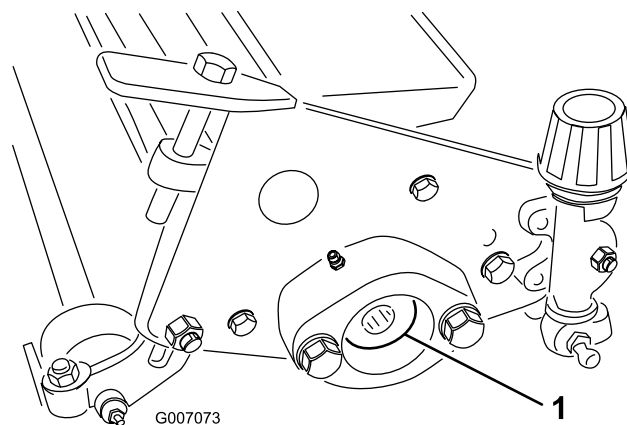

Bild 12
1. Lösen Sie die zwei (2) Schrauben und Scheiben, mit denen das Gegengewicht am Ende des Vertikutiergerätes befestigt ist. Nehmen Sie das Gegengewicht ab.
2. Lösen Sie die zwei (2) Schrauben, mit denen der Spindelmotor am anderen Ende des Vertikutiergerätes befestigt ist. Nehmen Sie den Spindelmotor ab.
3. Nehmen Sie die zwei (2) Kopfschrauben und Sicherungsscheiben ab, mit denen die Spindellagergehäuse an jedem Ende des Vertikutiergerätes befestigt sind (Bild 12).